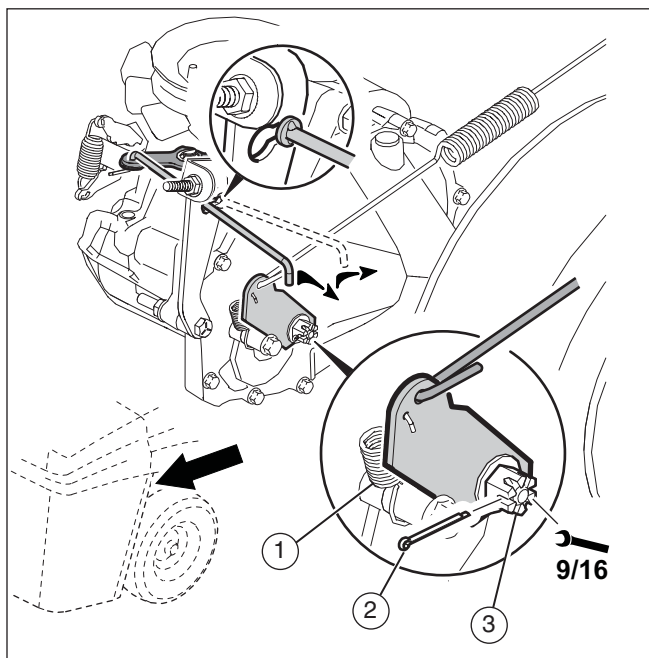

Figure 23
1. Le frein de transmission se trouve sur le côté droit de la boîte de vitesse (voir la **Figure 23**).